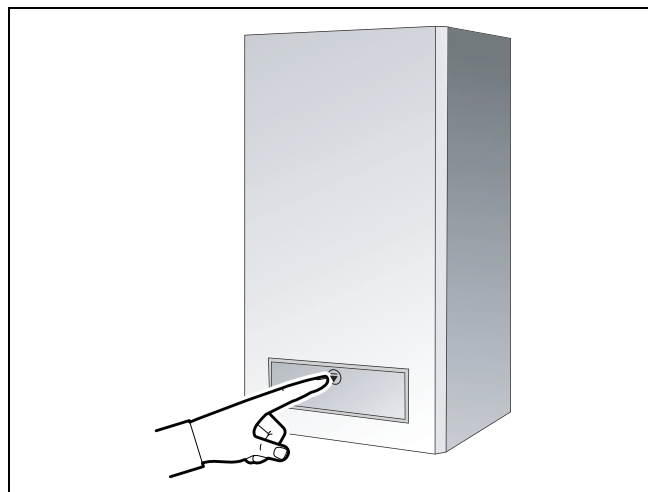

Fig. 1 Apertura dello sportellino
- Aprire lo sportellino sul lato anteriore dell'apparecchio: per sbloccarlo premere nel punto corrispondente posto nella parte alta dello sportellino (fig. 1).
- Aprire lo sportellino sul lato anteriore dell'apparecchio: per sbloccarlo premere nel punto corrispondente posto nella parte alta dello sportellino (fig. 1, pagina 4).
- Aprire lo sportellino sul davanti dell'apparecchio (fig. 1, pagina 4).